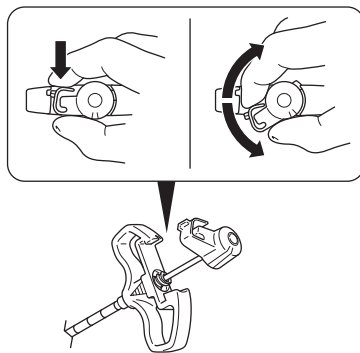

Figur 1 – Sett inn tilgangskanylen/stiletten
2. Under fluoroskopisk veiledning fører du tilgangskanylen/stiletten inn i operasjonsstedet (figur 1).